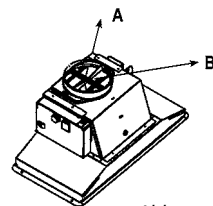

Abb. 1
1. Schließen Sie den Schlauch an den Ausgangsflansch (Ø 150 mm; Abb. 1, A) an, der mit Hilfe eines Spannbandes (Extrazubehör) installiert werden muss. Kontrollieren Sie, dass sich die Klappen im Ausgangsschlauch (Gegenklappen) (Abb. 1, B) öffnen und schließen.